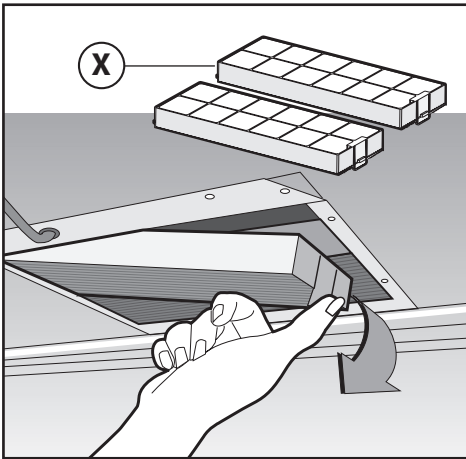
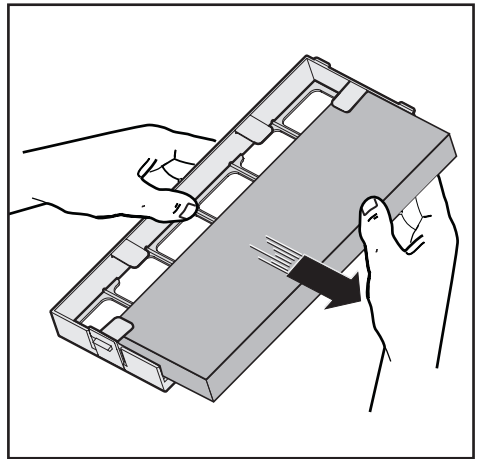

Fig.6
Fig.7
-Vi har två olika satsar tillgängliga: en med engångskolfilter (Fig.6) och en annan med återanvändbara aktivt kolfilter (Fig.7).